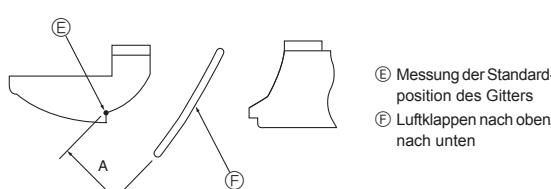

Fig. 8-10
- ③ Zum Einstellen der gewünschten Luftstromrichtung die Luftklappen innerhalb des angegebenen Bereichs langsam bewegen. (Fig.8-10)